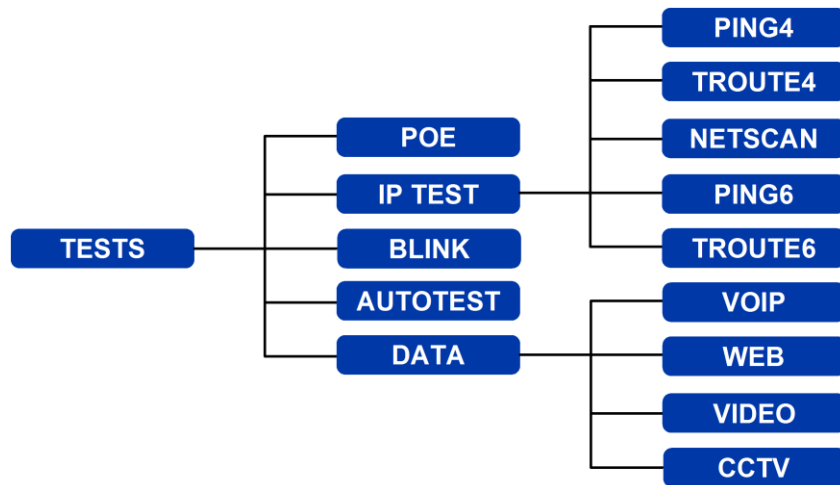

Abb. 18 Testmenüstruktur – Ethernet-Tests (3)
(3) Wird ein SignalTEK II Remote-Handgerät durch ein aktives Netzwerk gefunden, steht in der Informationsleiste „Ethernet“. Wird das Symbol TESTS ausgewählt, sind die in Abb. 18 gezeigten Ethernet-Tests verfügbar.